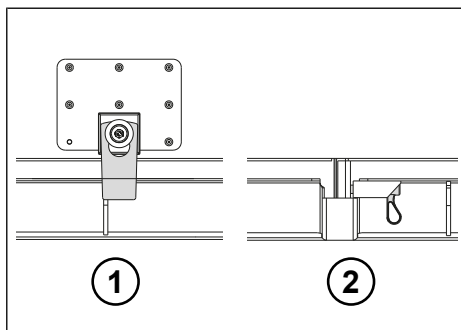

Fig. 6-20: Bloccaggio
- ▶ Sganciare i bloccaggi a leva / fermi a molla (vedere "Fig. 6-20: Bloccaggio", p. 68).